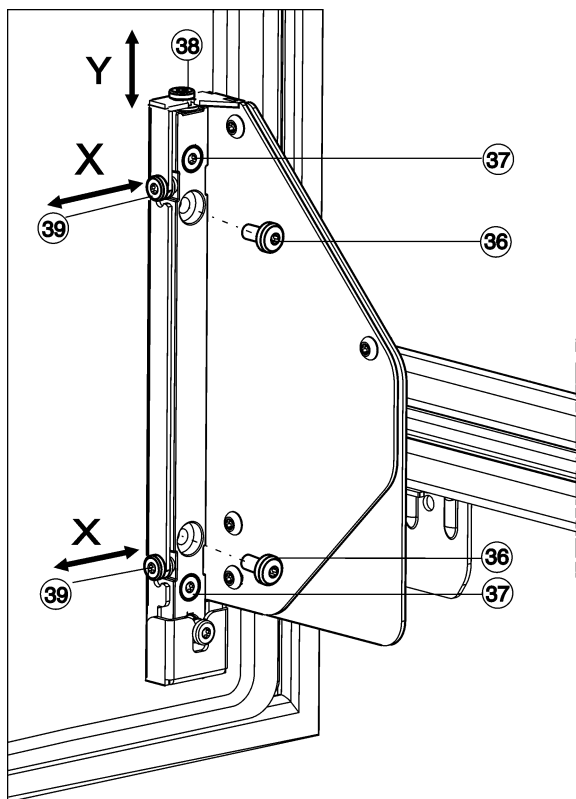

Fig. 28
- ▶ Dévisser entièrement les vis Fig. 28 (36).
- ▷ Les vis Fig. 28 (36) ne sont plus nécessaires, vous pouvez vous en débarrasser.
- ▶ Dévisser les vis Fig. 28 (37) d'1 à 2 tours.
- ▶ Tourner la vis d'ajustement (38). Dans le sens des aiguilles d'une montre : la porte bouge de max. 4 mm vers le haut. Dans le sens contraire des aiguilles d'une montre : la porte bouge de max. 2 mm vers le bas.
- ▶ Revisser toutes les vis Fig. 28 (37) à fond.
- ▶ Si les vis Fig. 28 (36) sont encore existantes, les dévisser entièrement.
- ▶ Ajuster les vis d'ajustement Fig. 28 (39) selon la direction d'ajustement latérale souhaitée.
- ▶ Revisser les vis Fig. 28 (37) à fond après avoir effectué l'ajustement latéral.